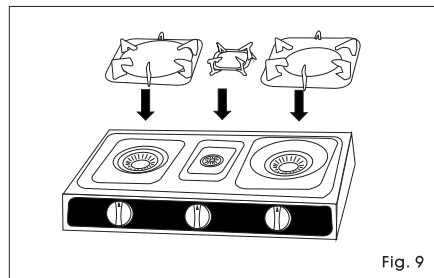

Fig. 9
- Quando si tira fuori dalla confezione il fornello, assicurarsi che tutte le parti siano presenti. Assemblare le parti indicati in questa istruzione (Fig. 9).